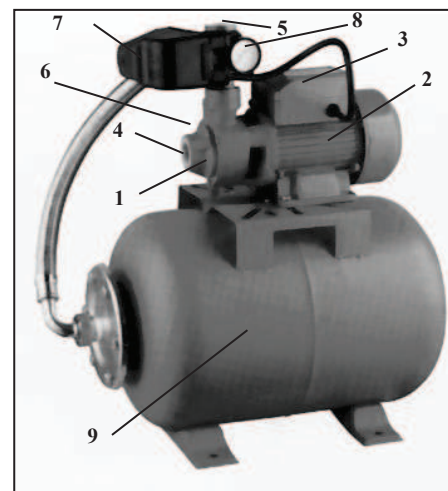

рис.1
3.1 Общий вид станции водоснабжения схематично представлен на рис.1
5.1 Перед монтажом станции убедитесь, что гидроаккумулятор 9 (рис.1) закачан воздухом под давлением 1,5-2,0 атм. При меньшем давлении, закачайте обычным автомобильным насосом воздух через пневматический клапан, который находится с обратной стороны гидроаккумулятора.
5.7 Наполните всасывающую трубу/шланг и насосную часть 1 (рис.1) через заливное отверстие на корпусе насоса 6 (рис.1) водой при помощи воронки. После того, как уровень жидкости поднимется и заполнит насосную часть, вытеснив из неё воздух, закройте заливное отверстие и включите насос в сеть.